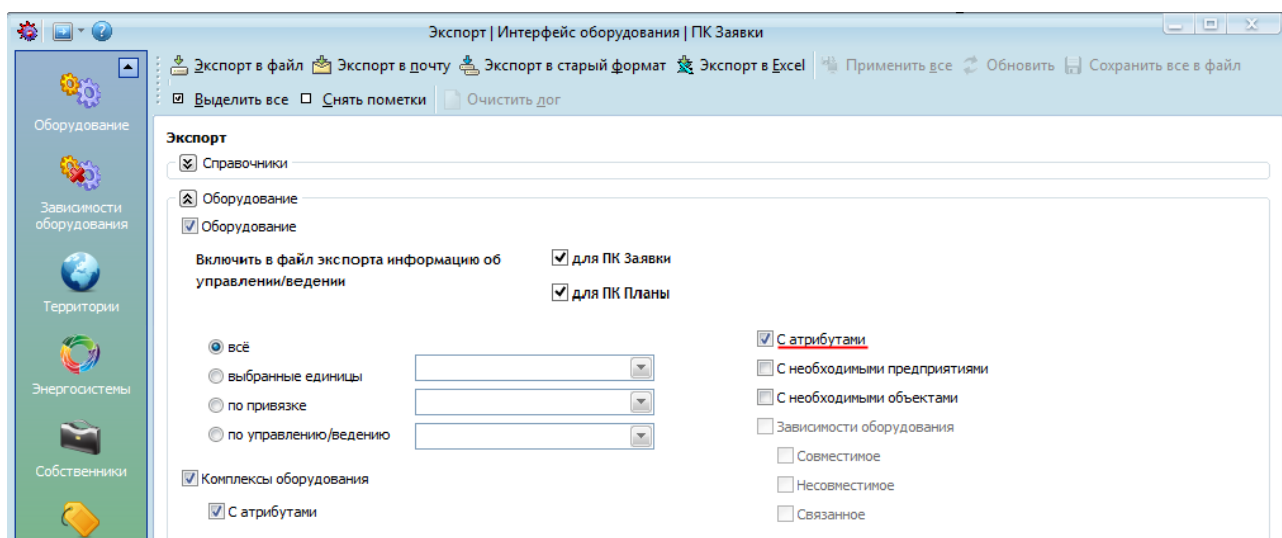

Рисунок 19.17 – Экспорт оборудования с атрибутами
- «*С атрибутами*» - в файл экспорта вносится оборудование с атрибутами и информация о видимости атрибута (Рисунок 19.17) (файл экспорта – [Идентификатор выбранного предприятия]_DeviceSettings.xml).